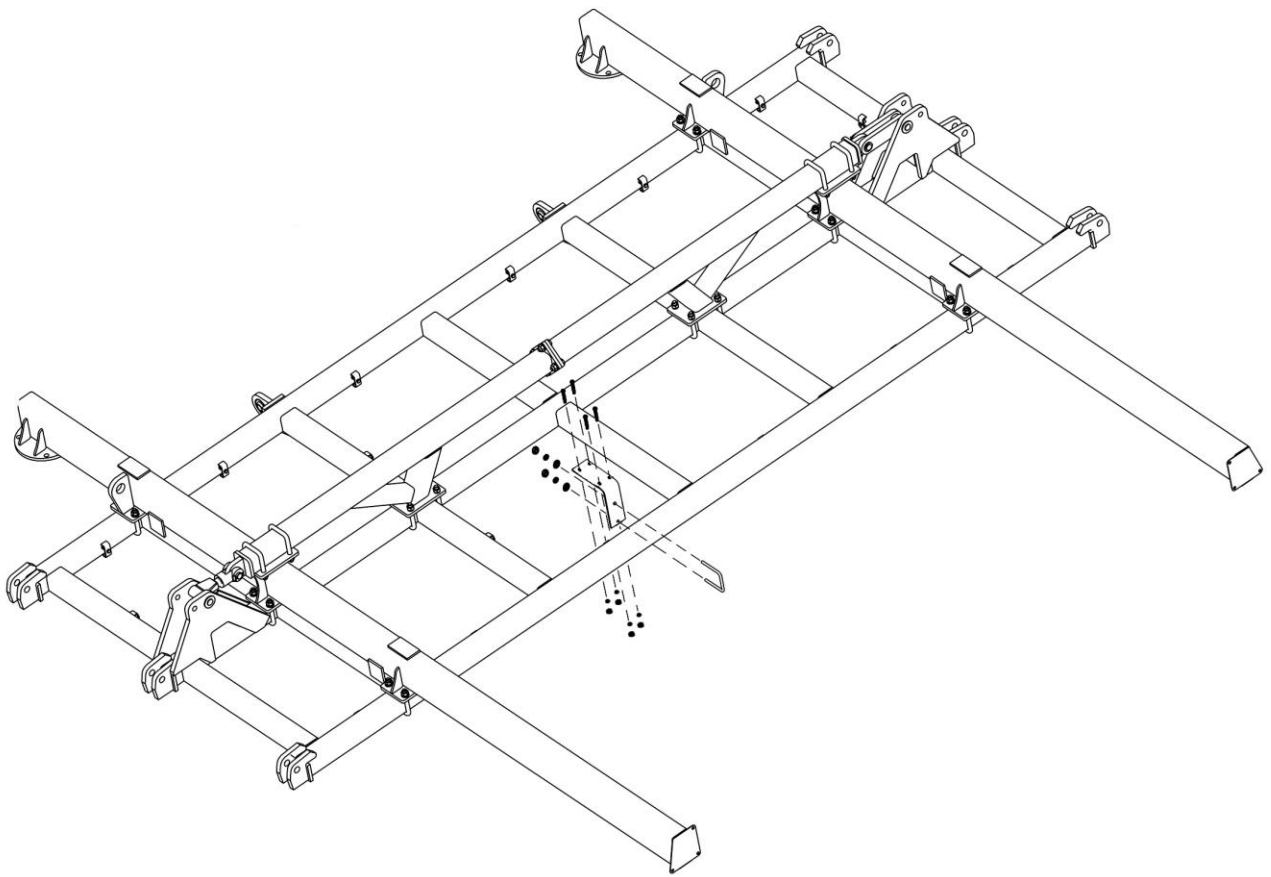

Рис.5.3.1. Крепление кронштейна концентратора.
5.3.2. Кронштейн концентратора устанавливается на поперечной задней балке центральной рамы и крепится стремлянкой М12 после общей сборки ПК (рис. 5.3.1).